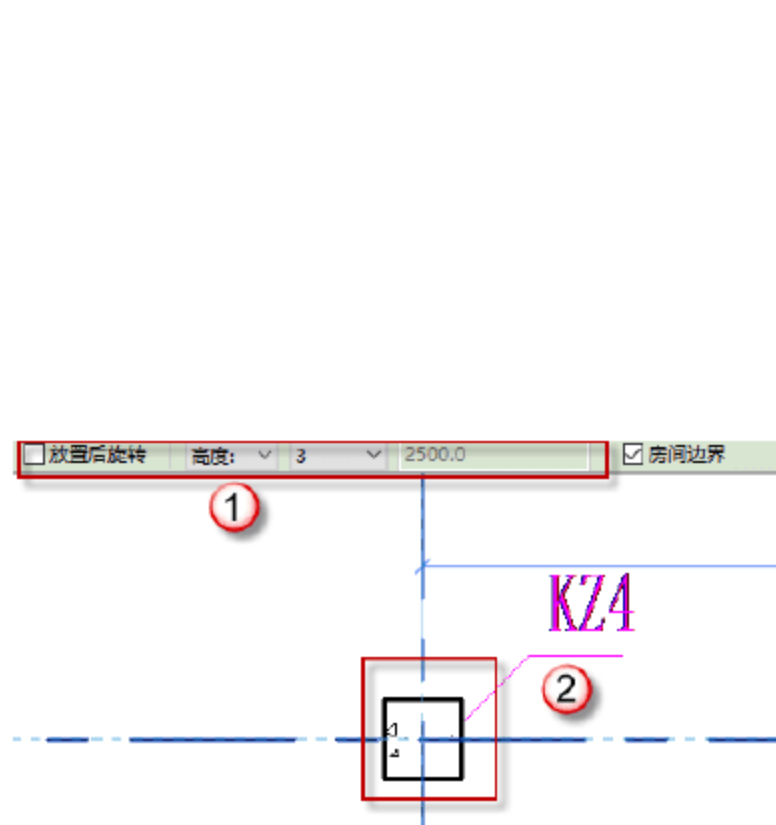

图 4.1.10 绘制矩形框架柱 KZ4
(10) 绘制矩形框架柱 KZ4,按快捷键 C+L,取消“放置后旋转”复选框的选择,改为“高度”放置,使顶部标高对齐标高结构 3 层,如图 4.1.10 所示。